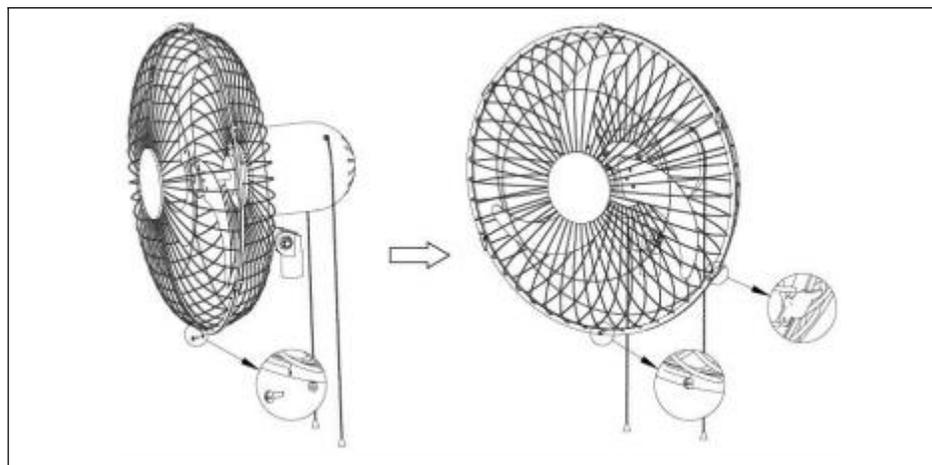

Fig.7 .
3) Alignez les trous de vis au bas des grilles avant et arrière, puis fixez les boutons situés sur le dessus du couvercle de la grille avant sur le couvercle de la grille arrière, fixez tous les boutons du couvercle de la grille et verrouillez enfin les vis de sécurité (18). Voir la (Fig.7.)